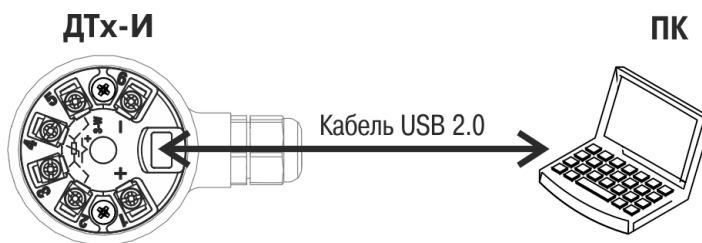

Рисунок 6.1 – Подключение датчика к ПК
2. Снять защитную заглушку с разъема mini-USB и подключить датчик к ПК кабелем USB, см. рисунок 6.1.